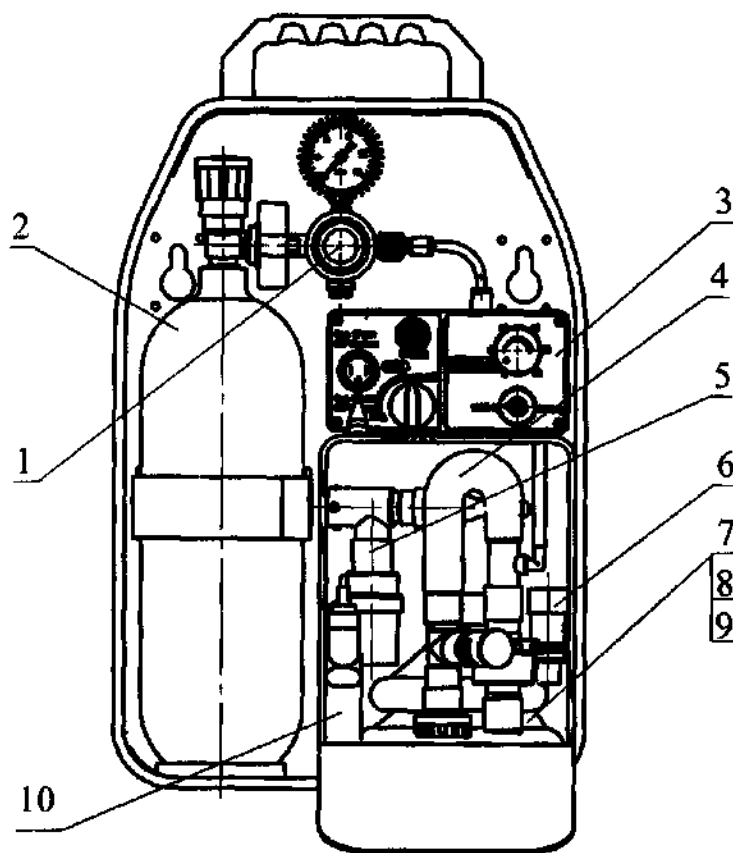

Рисунок 1 - Аппарат портативный ИВЛ «Спасатель-1»
1.4.1 Аппарат портативный ИВЛ "Спасатель-1" состоит из следующих основных узлов (рисунок 1):